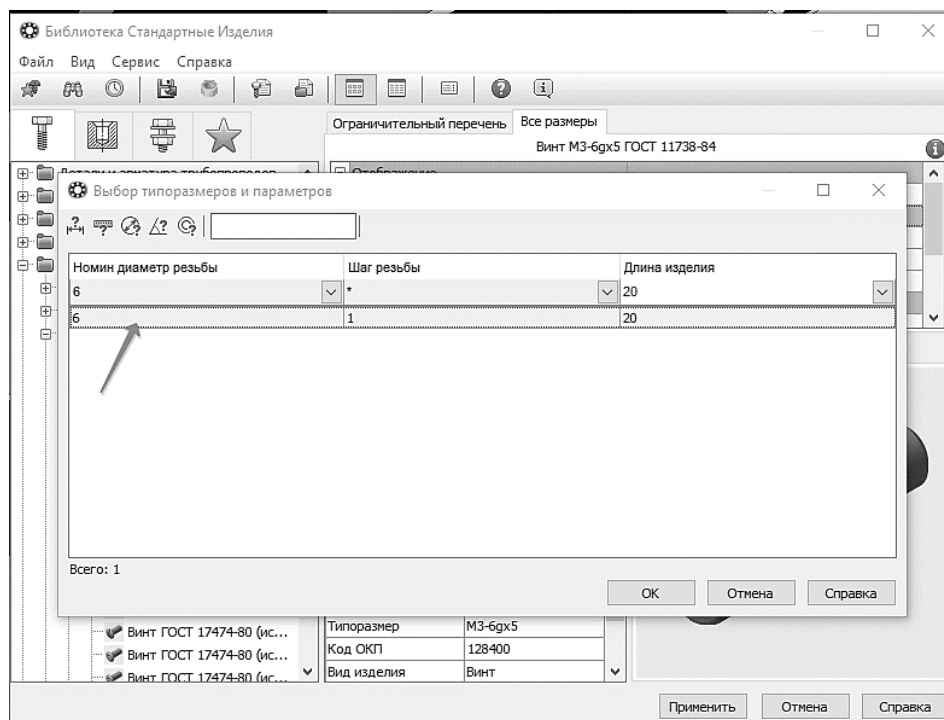

Рис. 104. Добавление Винта
10.2.7 В списке останется единственная строка, отвечающая заданным условиям. Выполните двойное нажатие левой кнопки мыши на нее (рис. 104).